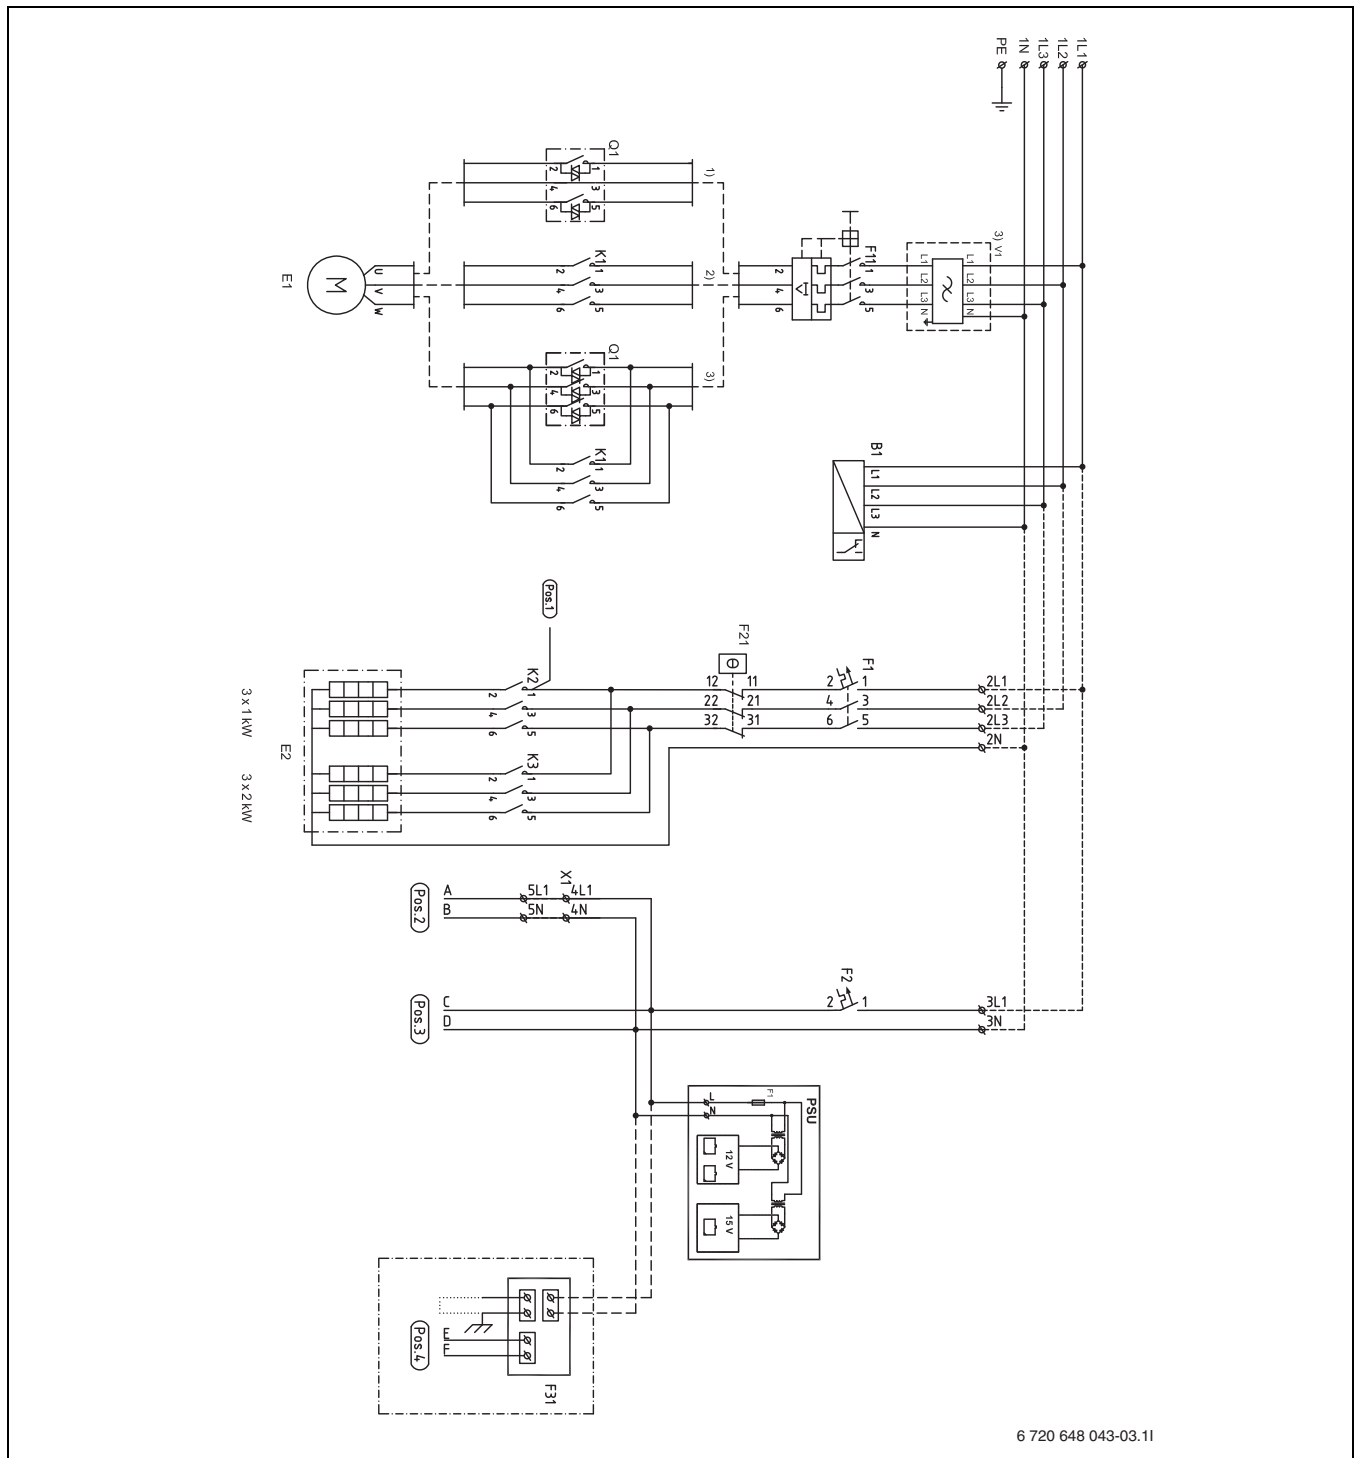

Bild 41 Internt elschema
4. Kontrollera inkopplingen enligt elschema (→ Bild 41) (→ Bild 42).
- ▶ Kontrollera att kraftkablarna är monterade i följande ordning: L1 Svart, L2 Brun, L3 Grå (→ Bild 41) (→ Bild 42).